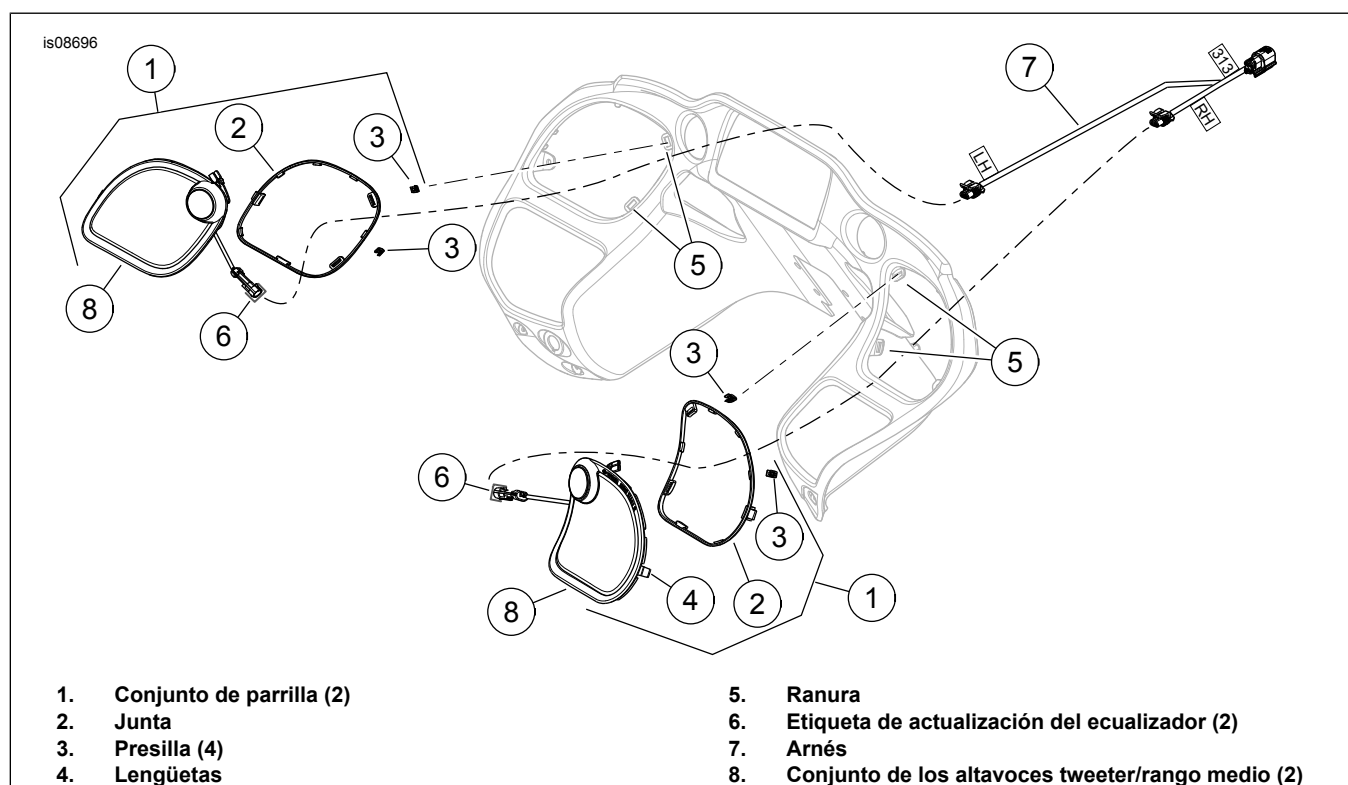

Figura 2. Tweeter/rango medio y parrilla del altavoz
5. Vea Figura 2. Instale el conjunto de parrilla (1):
- b. Verifique que la junta de caucho (2) está en su posición alrededor del perímetro del la parrilla. Compruebe si las dos presillas (3) están en su posición en las lengüetas de la parrilla (4). Reemplace los componentes si están dañados o hacen falta.
- d. Enganche la lengüeta (4) en el lado exterior de la abertura del altavoz.
- e. Enganche las presillas de retención de la parrilla en las ranuras (5).
7. Vea Figura 2. **TODOS los modelos:** coloque el arnés (7) dentro del fuselaje interior.